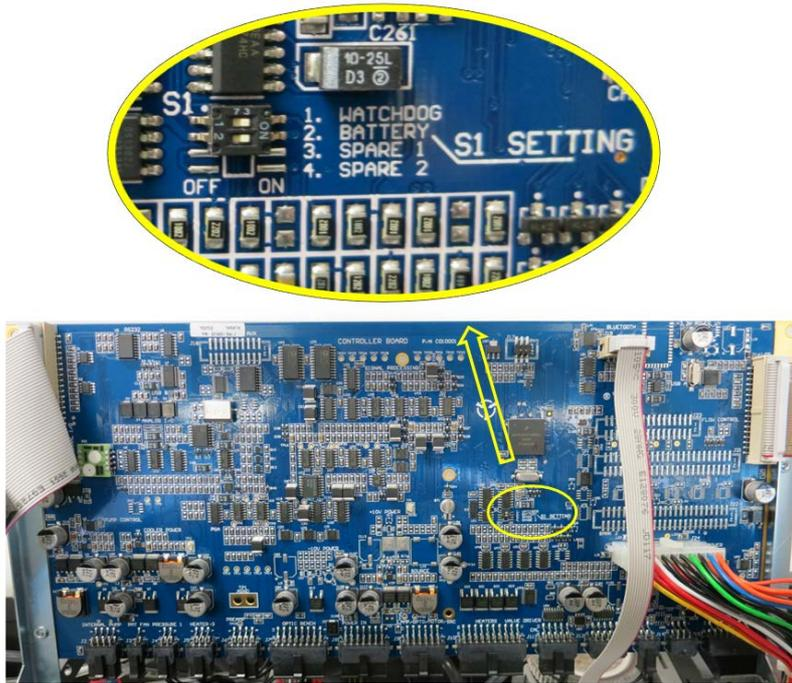

Figure 7 – Démarrage/arrêt de la batterie
2. Vérifier que la batterie est sous tension sur la carte « contrôleur principal » (voir Figure 7).
3. En cas de période de stockage prolongée (six mois), éteindre la batterie en commutant l’interrupteur DPI (St) sur la carte « contrôleur principal » (voir Figure 7).